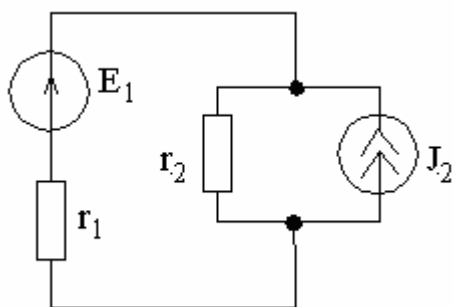

Рис. 34
3. Определить мощность источников (рис. 34), если $E_1=120$ В, $J_2=5$ А, $r_1=12$ Ом, $r_2=8$ Ом.